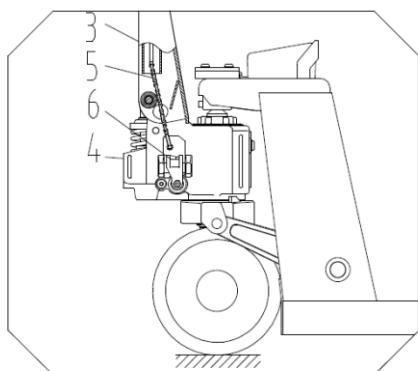

Bild 2
3. Träd handtagsrörets kedja 5 genom hålet i axeln 2. (*Bild 2*)